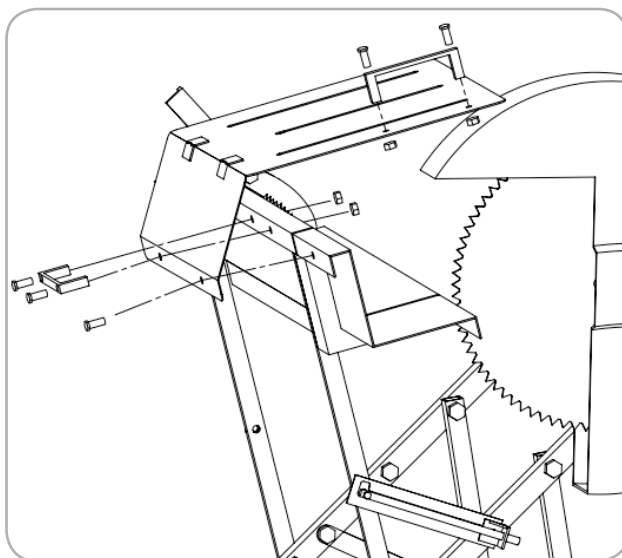

Fig.13
#### ■ Montarea mânerelor(Fig.13)
Fixați al doilea Mâner (C) de suprafața superioară a Capacului de protecție (B) (vezi Fig. 13).